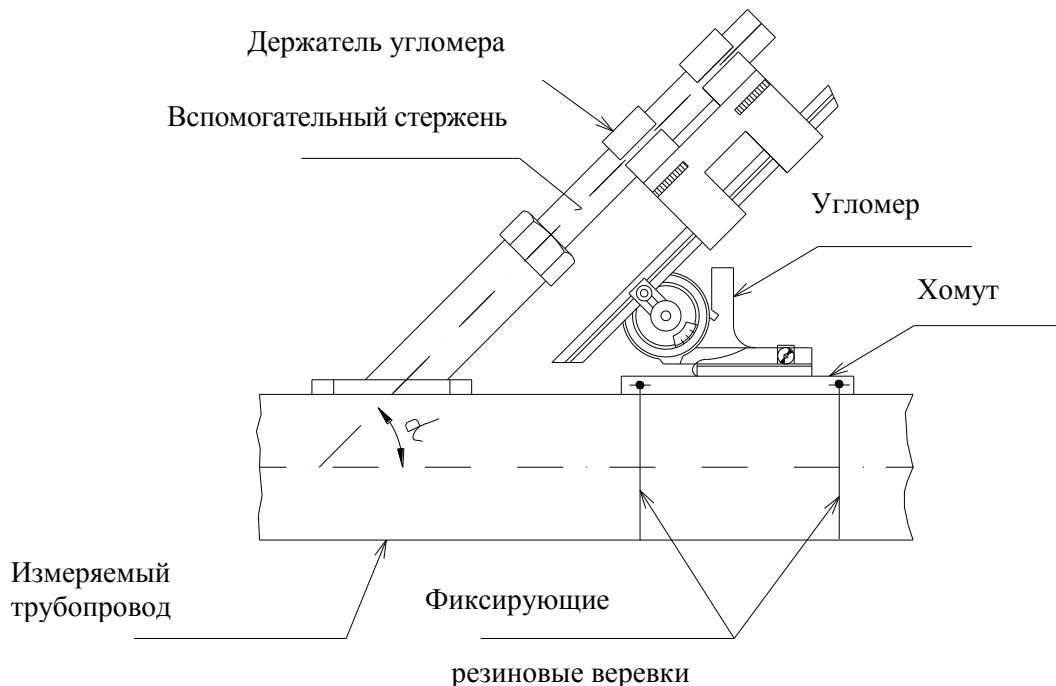

Рисунок 21
- B.** Поместите скобу на трубопровод таким образом, чтобы продольная ось была параллельна линии боковой поверхности на трубопроводе. Используйте резиновые веревки для того, чтобы крепко удерживать скобу на поверхности трубопровода (смотрите рисунок 21).